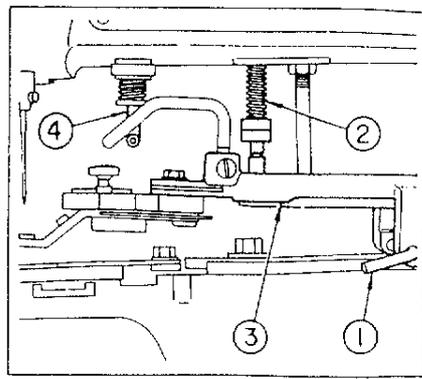

Fig. 33
(II) 2 - SECOND PROCEDE - FIGURES 33, 34, 35 & 36
RETIRER L'AXE (1) ET RETIRER LE SUPPORT DE PINCE (3) ET LA BARRE DE REGLAGE (2) FIG. 33. ENSUITE, COMME INDIQUE FIG. 39 INSTALLER LE SUPPORT (5). ECHANGER LA PLAQUE DE GRADUATION LONGITUDINALE AVEC LA PLAQUE FOURNIE AVEC LES ACCESSOIRES.
DEPOSER LE (4) FIG. 33 ET INSTALLER LES ACCESSOIRES COMME INDIQUE FIG. 40. FIXER LES PIECES SUIVANTES A LA BARRE DE RETENUE DU RESSORT (9) DANS L'ORDRE CI-APRES : RESSORT DE RAPPEL DU COUPEAU (10) RONDELLE (11) ARRETOIR (12) RONDELLE (11).